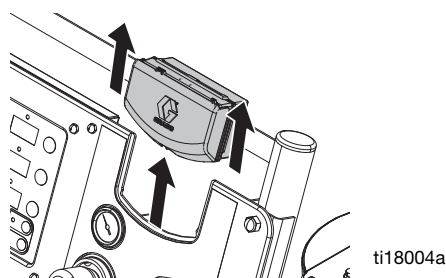

BILD 19. Avlägsna DataTrak
3. Ta bort DataTrak-modulen från fästet. Se BILD 19. Ta med dig modulen och den anslutna kabel till en säker plats.